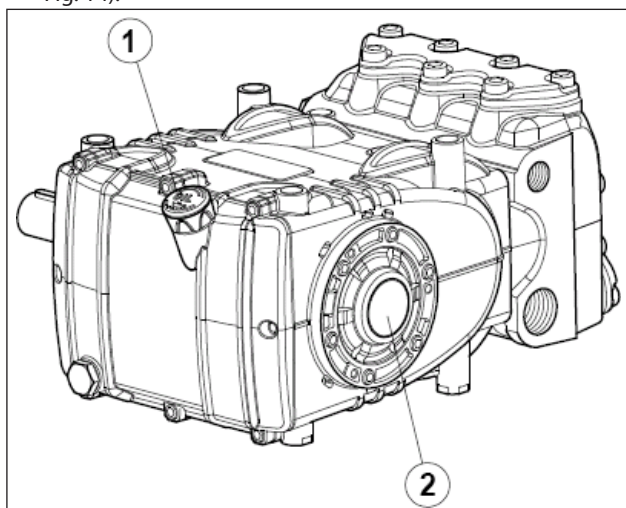

Fig. 14
- L'huile dans le carter de la pompe est au bon niveau, en le vérifiant avec la jauge prévue à cet effet (rep. ①, Fig. 14) et exceptionnellement avec le témoin de niveau (rep. ②, Fig. 14).